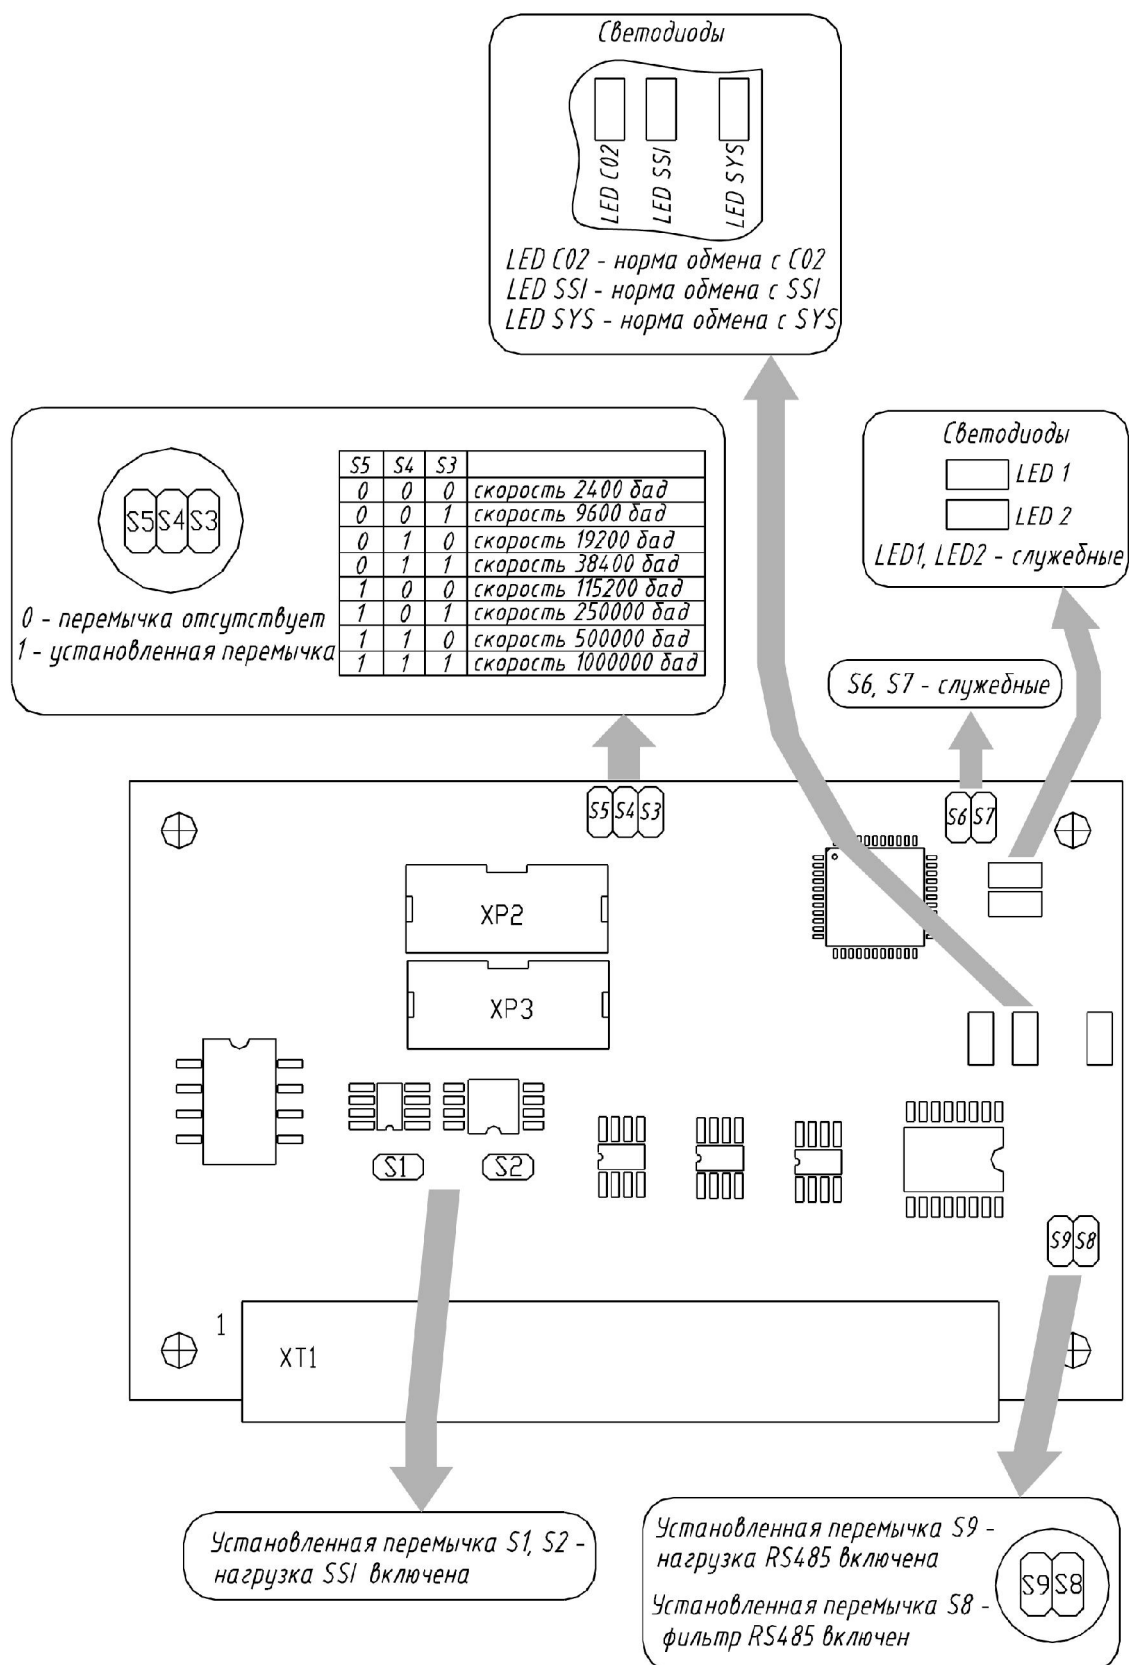

Рисунок 15 - Размещение и назначение органов управления на блоке M23
- Интерфейсный модуль M23 (см. Рисунок 15)